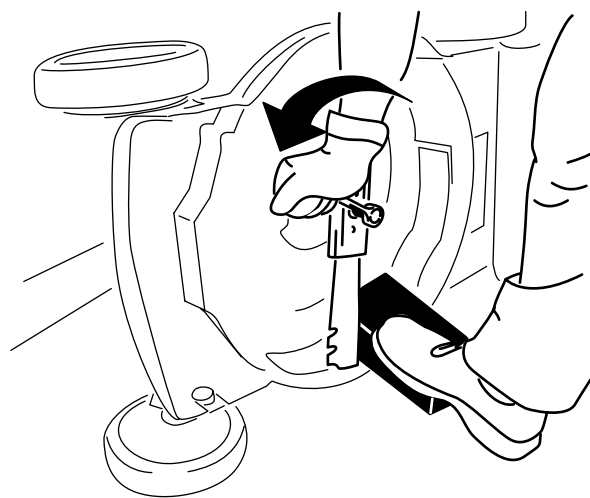

Рисунок 21
2. Используйте деревянную подкладку для неподвижного удерживания ножа (Рисунок 21).
3. Отверните болт ножа, снимите кронштейн и нож; сохраните кронштейн и болт ножа (Рисунок 21).